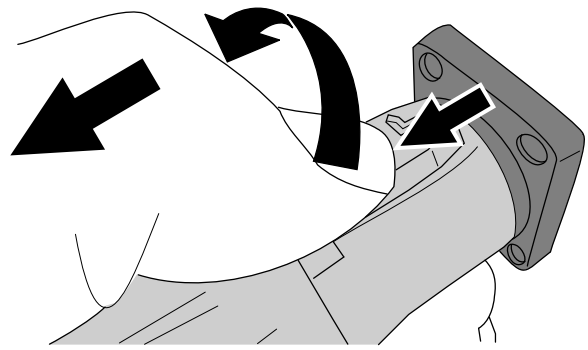

Figura 25
8. Deslice hacia atrás el botón del conector, gire el conector en sentido antihorario y tire del conector para sacarlo del enchufe (Figura 25).